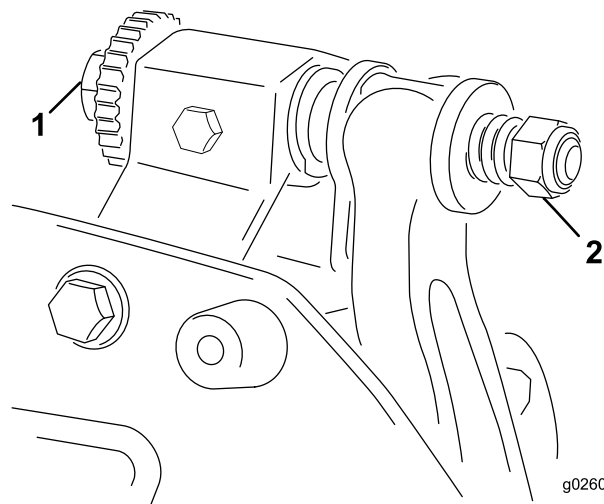

図 4
6. シムを左右に滑らせながら右側のベッドバー調整ボルト 図 4 を回して、シムに軽い圧迫シムが挟まれる感じを感じる程度に調整する。シムを抜き取る。